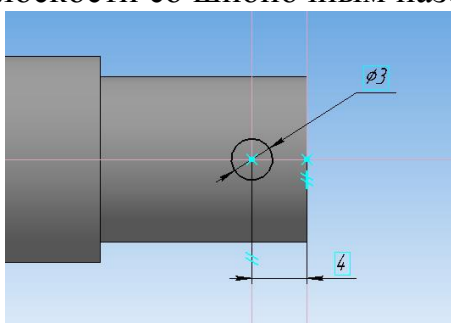

Рисунок 26
9. Выполним отверстие под штифт. Выберите плоскость XU и создайте в ней эскизна цилиндрической поверхности длиной **16мм** (рисунок 26).